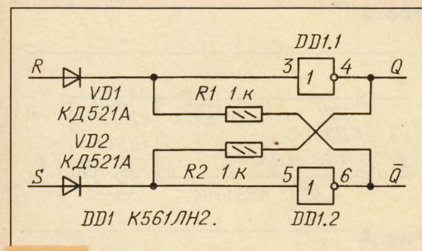
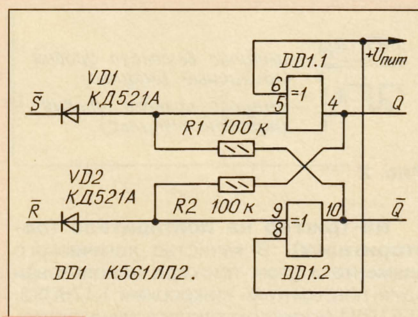

Рис. 7
Рис. 9
**RS-триггер на инверторах.** Для обеспечения положительной ОС в нем должно быть четное число инверторов (минимально — два). Пример схемной реализации триггера на инверторах микросхемы K561ЛН2 показан на рис. 7. Чтобы иметь возможность подавать на входы инверторов импульсы установки, входы развязаны от выходов резисторами R1 и R2, которые образуют цепи положительной ОС. Диоды VD1 и VD2 развязывают триггер от выходов управляющих устройств в режиме хранения.
**RS-триггер на двух элементах ИСКЛЮЧАЮЩЕЕ ИЛИ, включенных инверторами.** При подаче на один из входов этих элементов единичного уровня они становятся одноходовыми инверторами. Поэтому схема триггера, аналогичная показанной на рис. 7, приобретает несколько иной вид — рис. 9. Здесь также показана организация инверсных входов R и S (о чем было сказано подробнее в описании триггера по схеме рис. 7).
Как и триггер по рис. 7, этот триггер также может иметь полный набор входов. Сопротивление резисторов R1 и R2 может быть в пределах от 10 кОм до 1 МОм.
При реализации триггера по рис. 9 на различных элементах микросхемы K561ЛП2 положительную ОС нужно подавать на входы 2, 5, 9, 12, а с плюсовым проводом питания соединять входы 1, 6, 8, 13, иначе в выходном импульсе низкого уровня на выходе Q появится аналогичная "просечка" высокого уровня.